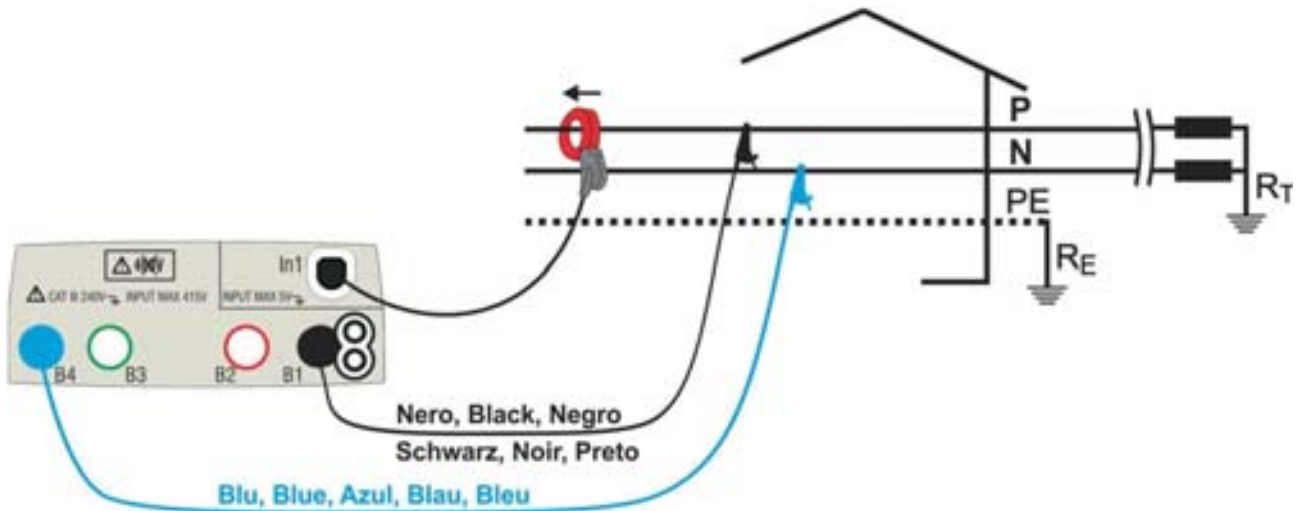
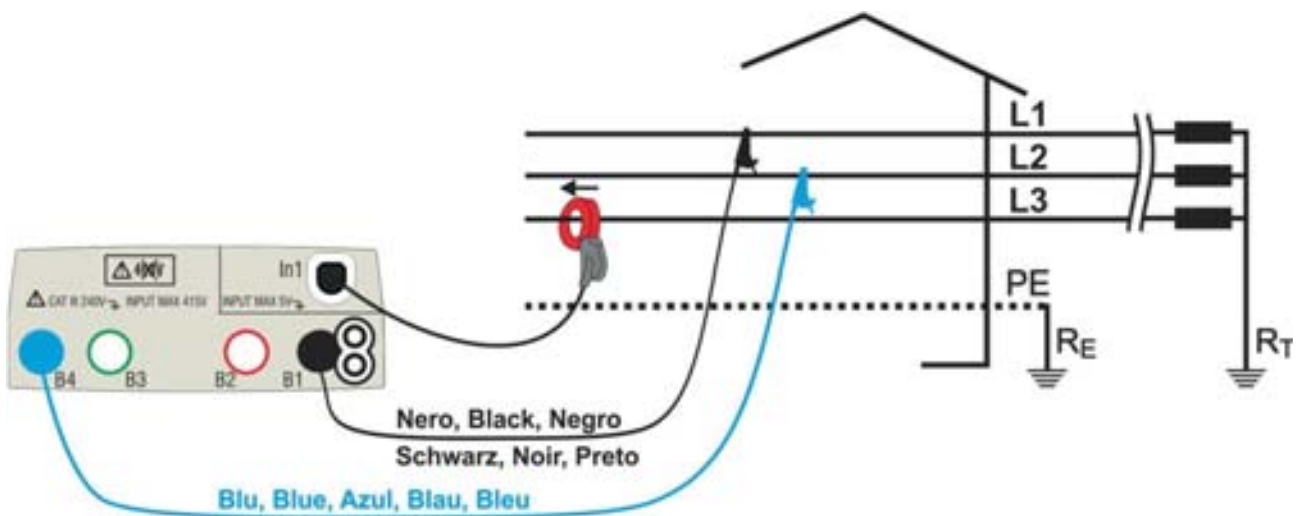

Abb. 36: Verbindung zur Messung der Einphasigen System
Abb. 37: Verbindung zur Messung von Drei-Phasen-System ausgeglichen
4. Stecken Sie die Stecker in die blau-weißen der einzelnen Adern in die entsprechenden Eingangsbuchsen des Instruments **B4**, **B1**. Stecken Sie das freie Ende der Kabel bleiben die entsprechenden Krokodile oder Tipps. Verbinden Krokodile, führt zu der Testphase P und N gemäß Abb. 36 für die Messung der Spannung in einzelnen Phase oder Phasen L1 und L2 gemäß Abb. 37 für die Messung von Spannung in einem ausgeglichenen Dreiphasensystemen. Verbinden Sie die Klemme Eingang **In1** außerhalb des Instruments und auf die Phase einphasig oder dreiphasig ausgewogene Systeme für Phase L3. Der Pfeil auf der Klemme muss die Richtung zu folgen, in dem der Strom fließt in der Regel von dem Generator an die Last, wie in Abb. 36 und Abb. 37 gezeigt